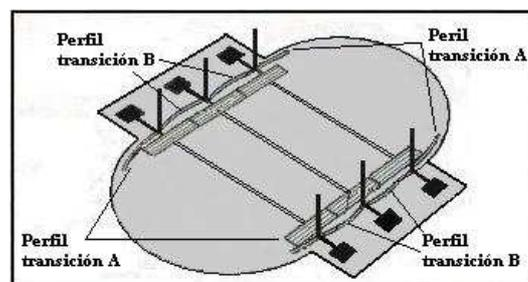

Fig. 2
- Chaque modèle de piscine se compose de deux, trois ou quatre types différents de profilés inférieurs courbés. Tous les profilés sont un numéro qui correspond à leur emplacement, fig. 2.
- Si vous possédez une piscine de 550x366x120cm placer, les profilés de transitions A, de chaque côté des encoches inférieures des colonnes verticales (1). Si vous possédez un autre modèle, vous devrez d'abord placer les profilés de transition B (fig. 2, photo 19), entre les colonnes verticales (1). Les profilés devront être emboîtés dans les encoches des colonnes (1). Assurez-vous que la rainure du profilé de transition est tournée vers le haut photo 20.